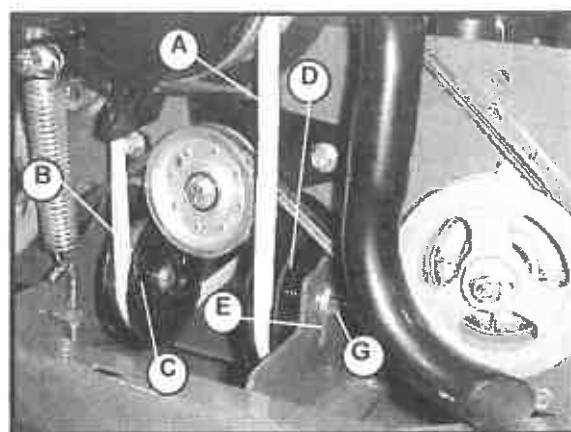

Fig. 7
(Henviser til fig. 7 og 8)
2. Afmonter den højre faste remstrammer hjul (D, fig. 7)